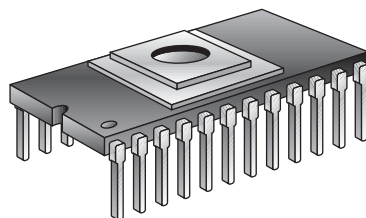

FIGURA 10.30 Encapsulado de una PROM borrable por rayos ultravioleta.
**UV EPROM.** Una UV EPROM se puede reconocer por la ventana de cuarzo transparente de su encapsulado, como se muestra en la Figura 10.30. La puerta aislada del **FET** de una EPROM ultravioleta está “flotando” dentro de un material óxido aislante. El proceso de programación hace que los electrones sean